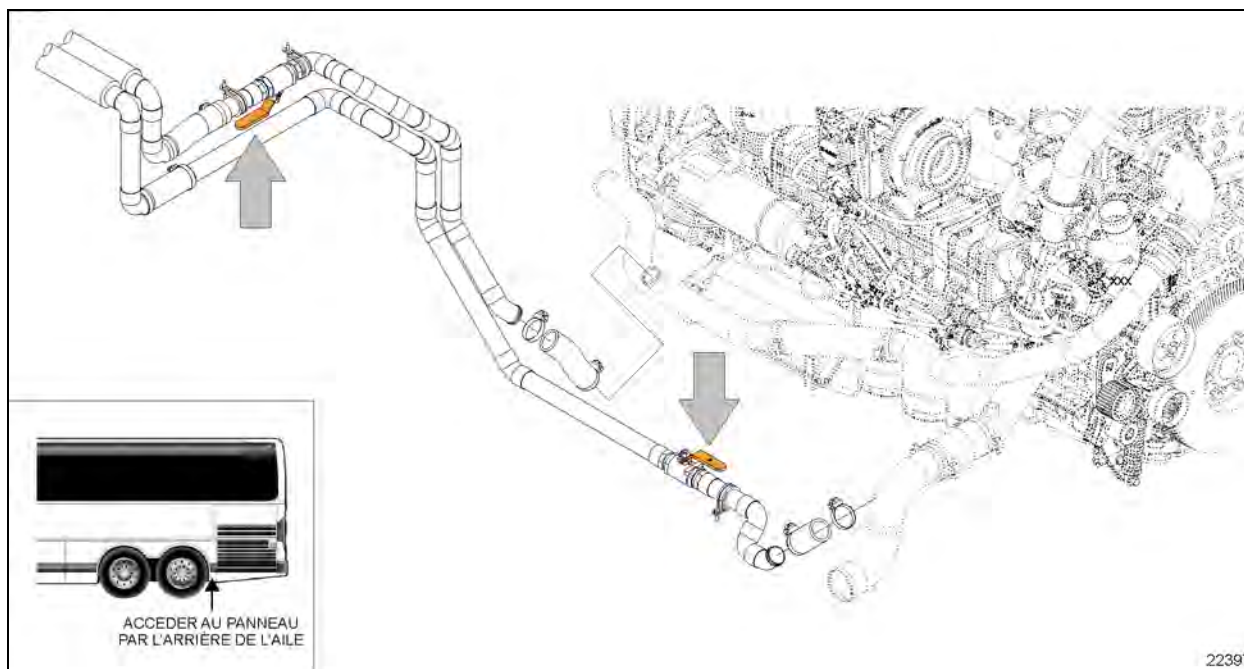
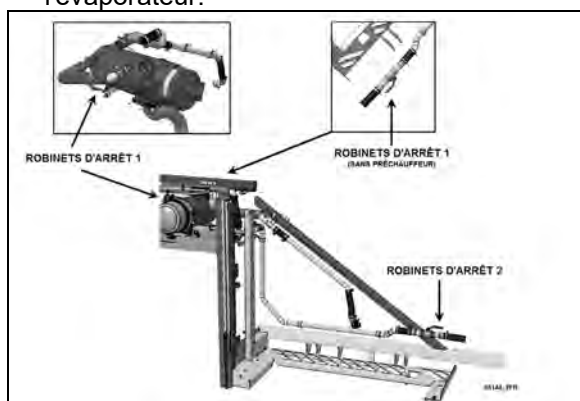

FIGURE 77 ROBINETS D'ARRÊT DE LA LIGNE DE CHAUFFAGE DE LA SÉRIE X3 (DISPOSITION DE TUYAUTERIE DE TRANSMISSION ALLISON ILLUSTRÉE)
FIGURE 78: ROBINET D'ARRÊT DE LA CONDUITE DE CHAUFFAGE DE LA SÉRIE H3
3. Fermer les soupapes d'arrêt des conduits d'eau chaude situées près du moteur du côté rue (voir Figure 77 ou Figure 78).
2. Fermer les deux soupapes d'arrêt de la canalisation de chauffage. (Figure 77 or Figure 78). L'une se trouve dans le compartiment moteur, côté route, en bas, près du radiateur, tandis que l'autre se trouve derrière l'aile articulée arrière gauche, près du préchauffage.